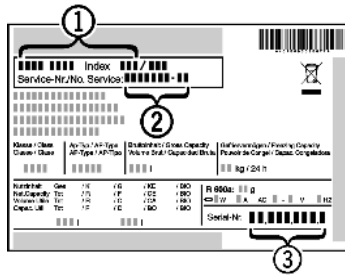

Fig. 13
- ▶ Odczytać z tabliczki znamionowej oznaczenie urządzenia *Fig. 13 (1)*, nr serwisowy *Fig. 13 (2)* oraz numer seryjny *Fig. 13 (3)*. Tabliczka znamionowa znajduje się po lewej stronie wewnątrz urządzenia.
- ▶ Poinformować serwis i podać opis zakłócenia, oznaczenie urządzenia *Fig. 13 (1)*, nr serwisowy *Fig. 13 (2)* oraz numer seryjny *Fig. 13 (3)*.